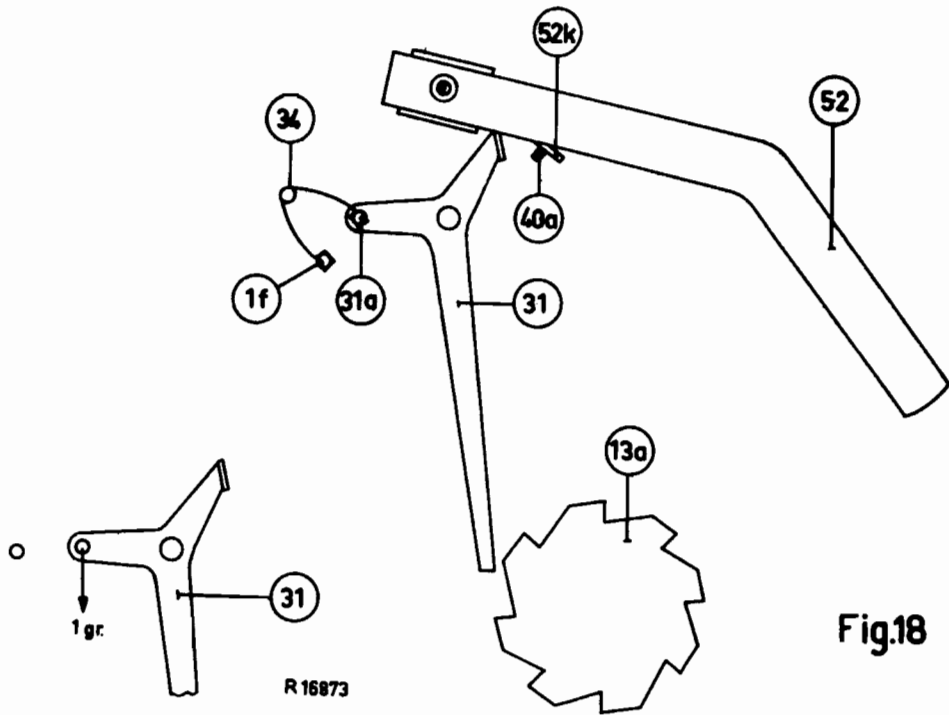

Fig.18
J. TASTER 31 (zie fig.18 en 19)
In de stand "in" staat de taster rechtsom (van boven gezien) in de paraat stand (zie fig.18).